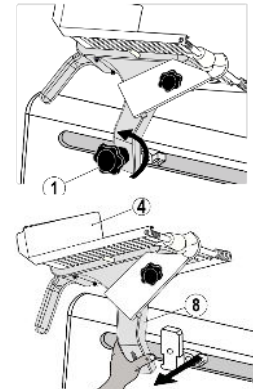

FIG 7 DEENSAMBLE DEL CARRO
1. Sostenga el pisón (15) y gira la perilla del soporte de carro (1) en contra de las manecillas del reloj (Ver Fig. 7).
2. Inspeccione el área de contacto entre el porta-carro (8) y el carro (4) y la parte del pisón con la superficie dentada. Las superficies de contacto de los componentes mencionados no deben tener espacios. Los empaques y uniones no deberán estar quebrados, ausentes o despegados; con el fin de evitar la proliferación de bacterias.
3. Limpie completamente y remueva todos los sobrantes de comida especialmente de la barra de deslizamiento del carro (16) y del pisón (15). Aplique aceite mineral grado alimenticio (FDA) sobre toda la superficie de la barra (pregunte a su distribuidor autorizado)